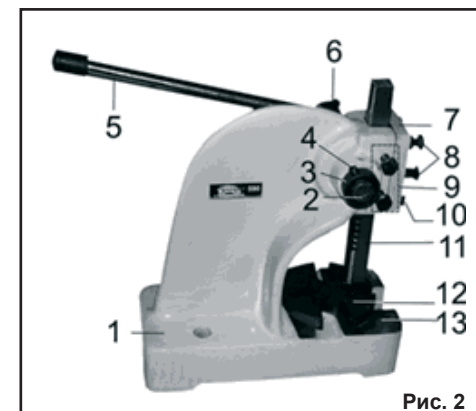

Рис. 2
6.1. Пресс состоит из следующих сборочных единиц и деталей (Рис. 2):
## 7. СБОРКА (Рис. 2)
Закрепите пресс на прочной и устойчивой рабочей поверхности верстака с помощью болтовых соединений (не комплектуется) через отверстия в основании (1), Рис. 2.
## 9. РЕГУЛИРОВКИ (Рис. 2)
### 11.2. Смазка (Рис. 2)